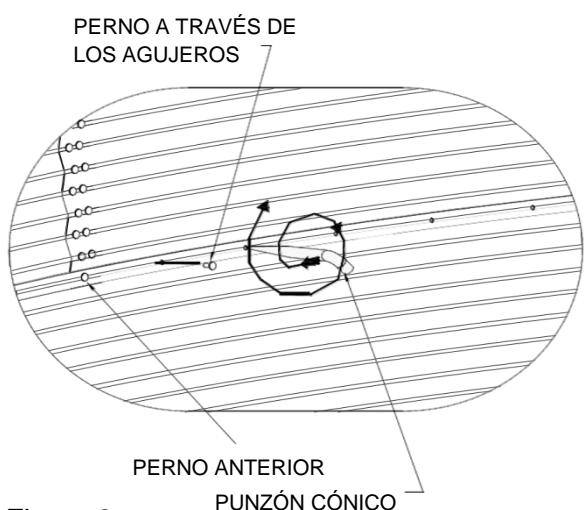

Figura 3
- Continúe con el siguiente orificio y así sucesivamente. (Figura 3) De esta manera deberá poder introducir libremente los pernos mientras trabaja por todos los orificios externos de la placa de pared que esté ensamblando. La estrechez de los calces irá aumentando levemente a medida que continúe. Esto se puede contrarrestar utilizando el punzón para abocardar los orificios levemente o utilizar una segunda llave de impacto sin cable en el interior del tanque para "girar hacia adentro" los pernos una vez que se comenzaron.